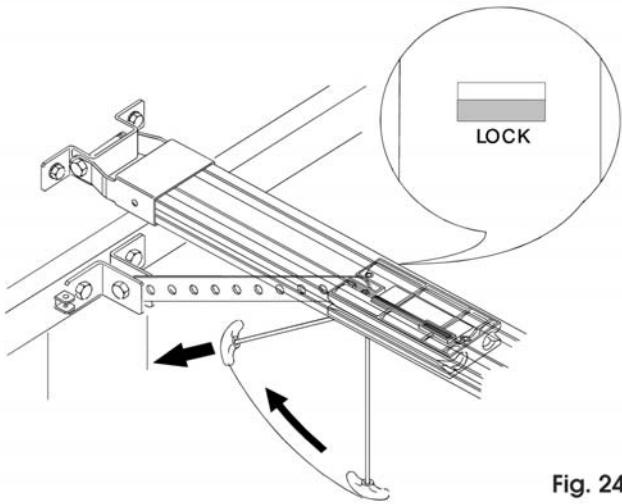

Fig. 24
- 4) Tirer la poignée de déverrouillage horizontalement dans le sens de la porte (fig. 24). Relâcher la poignée et vérifier que la fenêtre LOCK située sous le chariot est rouge. Déplacer la porte à la main jusqu'à retrouver le point d'accrochage du chariot.